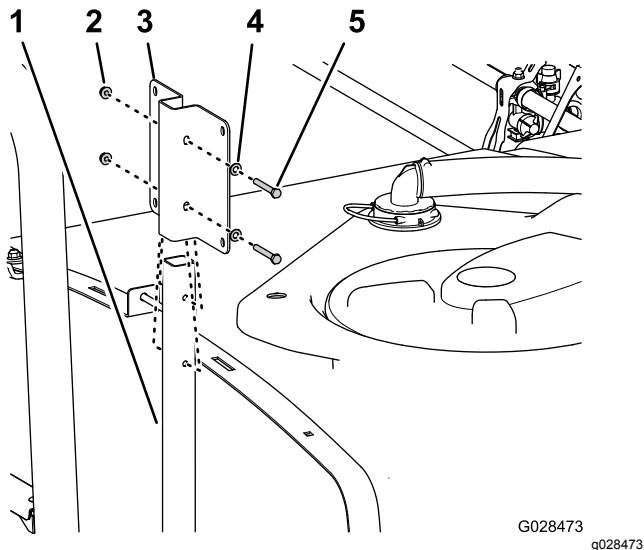

Figura 36
1. Allineate i fori del supporto per il serbatoio dell'acqua dolce con i fori nel tubo di supporto (Figura 36).
2. Fissate il supporto al tubo (Figura 36) con 2 bulloni a testa flangiata ($\frac{5}{16}$ " x $2\frac{1}{4}$ "), 2 rondelle ($\frac{5}{16}$ ") e 2 dadi di bloccaggio flangiati ($\frac{5}{16}$ ").